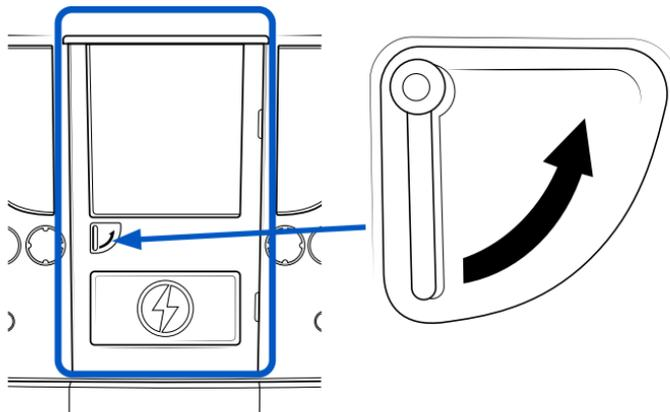

Figure 3 - Vue extérieure de la porte de secours du **LIONC**
- La sortie de secours est située à l'arrière du véhicule et est clairement désignée comme telle. Le mode de fonctionnement est affiché sur la porte (**Figure 3**).